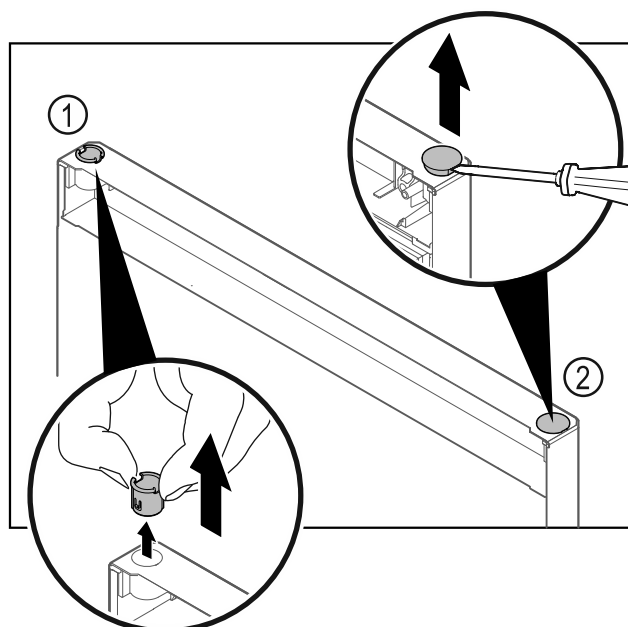

Fig. 27
- Trekk ut hengselbøsningen Fig. 27 (1) med fingrene.
- Løft dekkstøpselet Fig. 27 (2) forsiktig opp med en skruetrekker, og trekk det av.